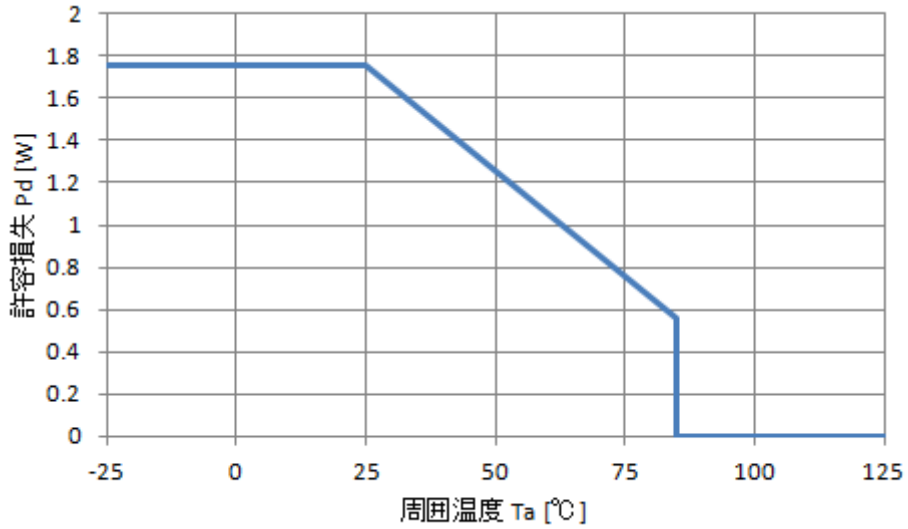
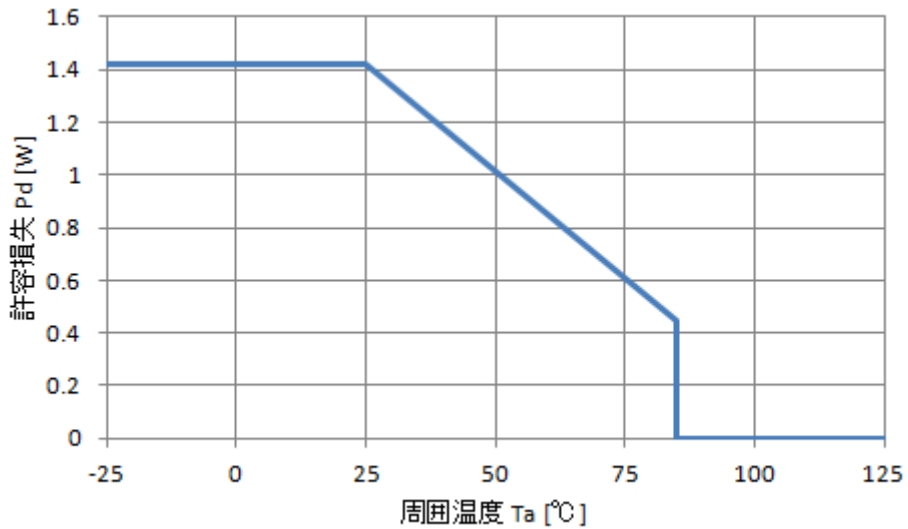

図 5 NR131A 熱減定格
図 6 NR131S 熱減定格
(7) 図 5, 図 6 に示す熱減定格以内で使用する必要があります。